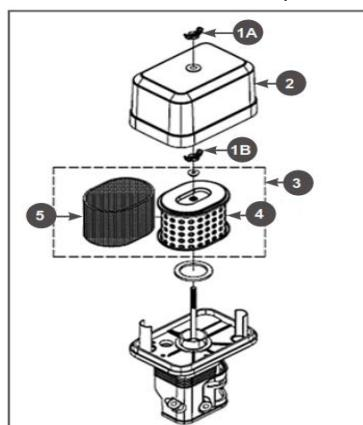

Рис. 25 Обслуживание воздушного фильтра
1. Открутите барабановую гайку 1A и снимите крышку 2 воздушного фильтра (Рис. 25).
2. Открутите барабановую гайку 1B и извлеките из корпуса воздушный фильтр 3 в сборе (Рис. 25).
3. Проверьте целостность и чистоту фильтрующих элементов. Поролоновый (предварительный) фильтрующий элемент 5 установлен на корпусе бумажного фильтрующего элемента 4 (Рис. 25).
4. При незначительном загрязнении промойте поролоновый фильтрующий элемент 5 (Рис. 25) теплым мыльным раствором и просушите. Поврежденный или сильно загрязненный поролоновый фильтрующий элемент замените.